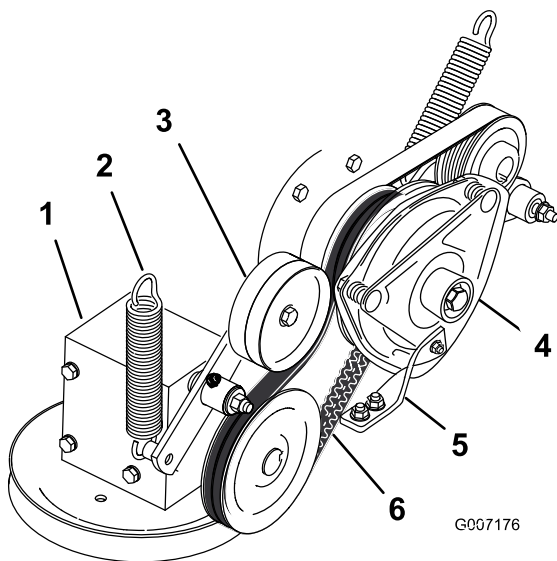

Figura 67
4. Togliete la molla di tensione dal braccio di rinvio (Figura 67).
7. Montate la cinghia di trasmissione della PDF attorno alla puleggia della frizione ed alla puleggia degli ingranaggi (Figura 67).
9. Montate la molla sul braccio di rinvio (Figura 67).